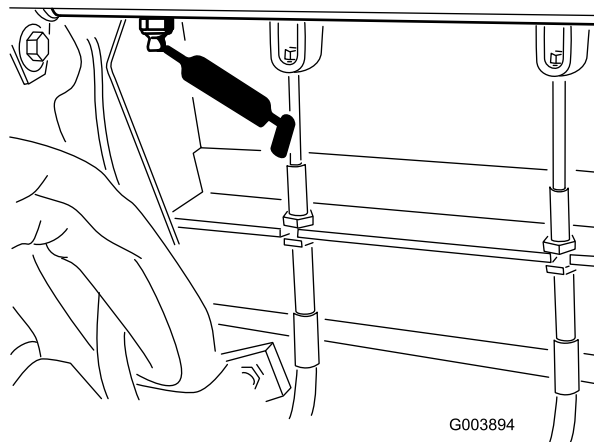

Figura 47
- 1 punto en el pedal de freno (Figura 47).